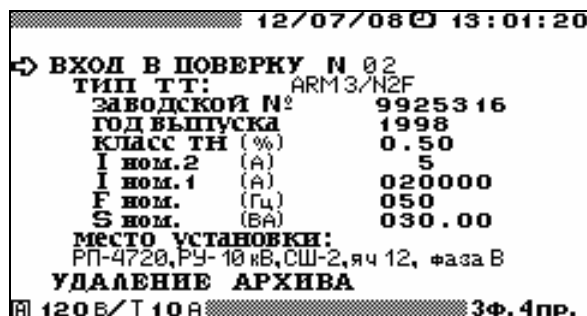

Рис. 4.39. Окно входа в режим поверки ТТ
Перед началом поверки необходимо задать параметры поверяемого ТТ. В окне входа в режим поверки ТТ (рис. 4.39) задаются следующие параметры поверяемого ТТ:
Для изменения любого из параметров, соответствующих выбранному типу ТТ (рис. 4.39), необходимо подвести курсор к соответствующему параметру и нажать клавишу «**ENT**». В открывшемся окне с помощью цифровой клавиатуры и клавиш «**←**», «**→**» ввести нужные значения. Для ввода нового значения необходимо нажать клавишу «**ENT**», для отказа от ввода набранного значения необходимо нажать клавишу «**ESC**».
- заданное в окне входа в режим поверки ТТ (рис. 4.39) номинальное значение полной мощности поверяемого ТТ, ВА;
- заданное в окне входа в режим поверки ТТ (рис. 4.39) номинальное значение тока вторичной обмотки, А;